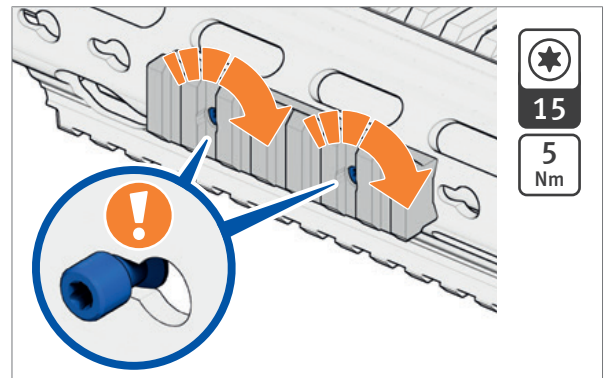

Abb. 37: Schrauben für Picatinny-Schiene festziehen
4. Schrauben für Picatinny-Schiene mit Drehmomentschlüssel im Uhrzeigersinn festziehen bis das Drehmoment erreicht ist (Abb. 37).